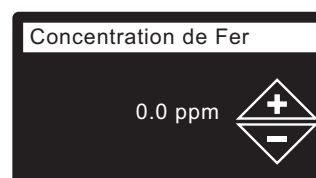

FIG. 28
15. **CONCENTRATION DE FER** Appuyez sur le bouton HAUT (▲) ou BAS (▼) pour définir la concentration de fer dans votre eau (cf. Figure 28).